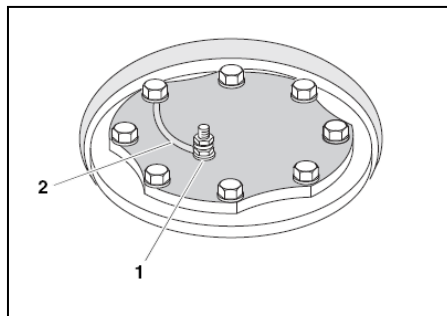

Рис. 12 Заземление магниевого анода-протектора (схематическое изображение)
- Установите клемму кабеля заземления и зажмите её шестигранной гайкой (Рис. 12).